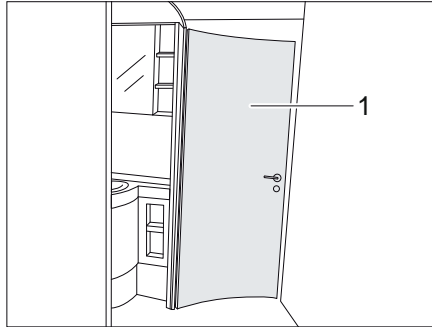

Fig. 147 Cabina bagno
La porta della zona toilette (Fig. 147,1) può essere bloccata, a seconda dell'equipaggiamento, in 1-3 angoli di apertura diversi per formare una cabina bagno. A seconda dell'angolo di apertura scelto, vengono collegate tra loro diverse parti dell'ambiente.
- ▷ La porta della zona toilette (Fig. 147,1) non deve essere utilizzata come elemento divisorio durante la marcia.